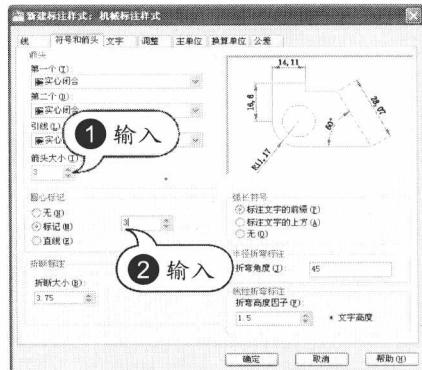

图 1-24 设置符号和箭头
**STEP 04** 设置符号和箭头。在“符号和箭头”选项卡中设置箭头大小和圆心标记大小，如图 1-24 所示。